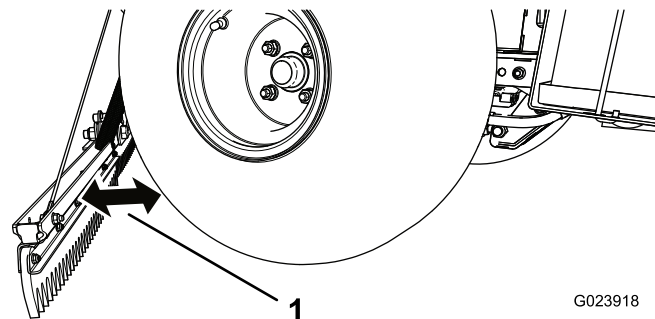

図 18
1. レーキを左右どちらかに振る。レーキがタイヤから 51 mm 離れた位置でストップボルトが牽引バーに接触するかどうか確認する 図 18。